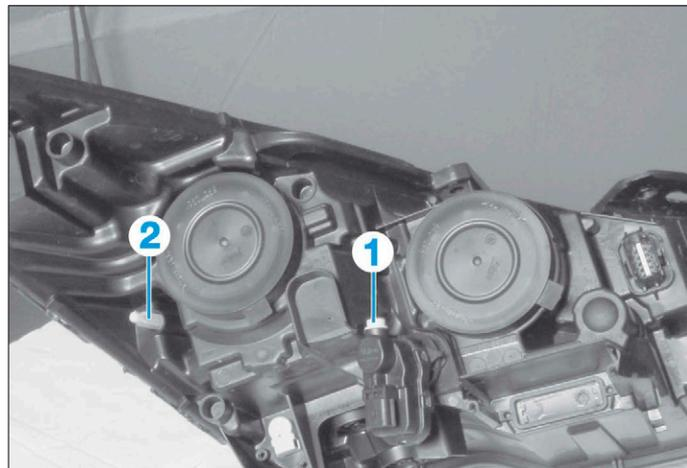

FIG. 59
- Corriger le réglage vertical du projecteur (site) en agissant sur la vis (1) (Fig.59).
- Corriger le réglage horizontal du projecteur (azimut) en agissant sur la vis (2).